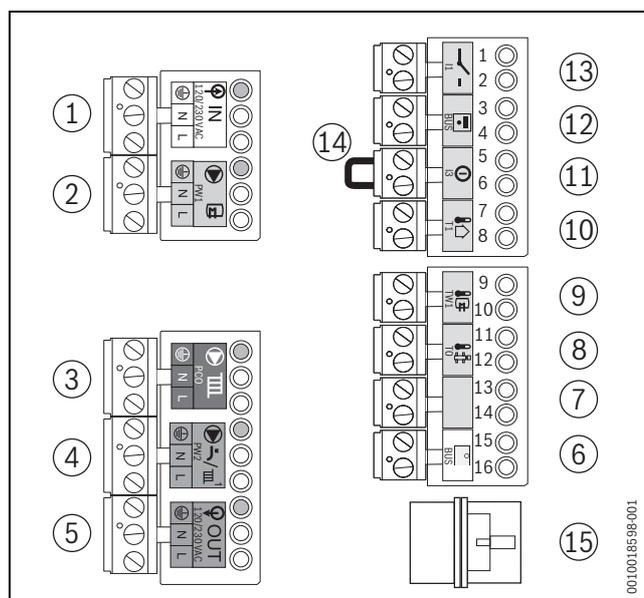

Bild 47 Klemmleisten
- Regler auf Anschlussklemme BUS (→ Bild 47, [6]) anschließen. Hierzu ein 2-adriges Stromkabel von 0,4 bis 0,75 mm² verwenden.
- ▶ Brücke (→ Bild 47, [14]) auf Anschlussklemme ① entfernen.
- ▶ Außentemperaturfühler an Anschlussklemme **T1** (→ Bild 47, [10]) anschließen.
- ▶ Speichertemperaturfühler an Anschlussklemme **TW1** (→ Bild 47, [9]) anschließen.
- ▶ Heizungspumpe an die grüne Anschlussklemme **PCO** (→ Bild 47, [3]) anschließen.
- ▶ Zirkulationspumpe an die lila Anschlussklemme **PW2** (→ Bild 47, [4]) anschließen.
- ▶ Speicherladepumpe an die graue Anschlussklemme **PW1** (→ Bild 47, [2]) anschließen.
- ▶ Externes 3-Wege-Ventil an die graue Anschlussklemme **PW1** (→ Bild 47, [2]) anschließen.